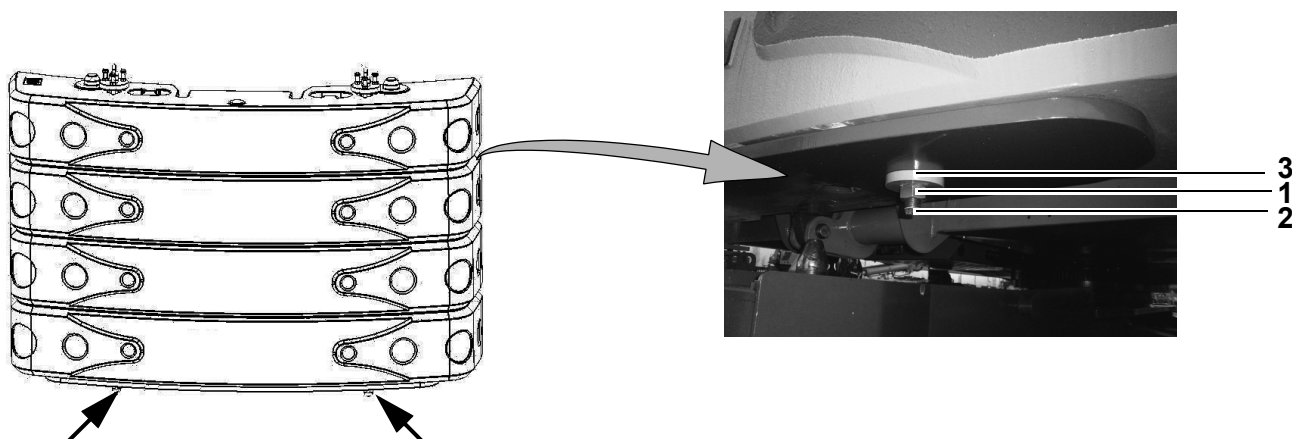

Fig. 134 Fixação do contrapeso
| 9 | Coloque o calço (2) e a porca sextavada (1) na Fig. 134 na haste do lastro (3) na Fig. 134. |
| 10 | Aperte a porca sextavada (1) na Fig. 134. |